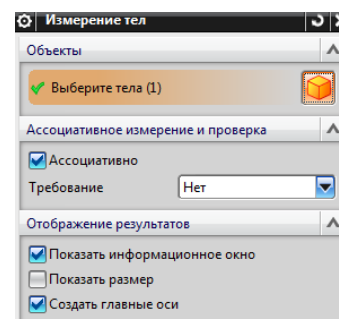

рис.115
- Диалоговое окно команды «Измерение тел» показано на рис. 115. В этом окне сначала указываем тело, параметры которого нас интересуют. Затем, в нижней части окна, в поле «Отображение результатов» можно указать – в какой форме вы хотите получить результаты анализа. Для полной информации по измеряемому телу в диалоговом окне включите переключатель «Показать информационное окно».